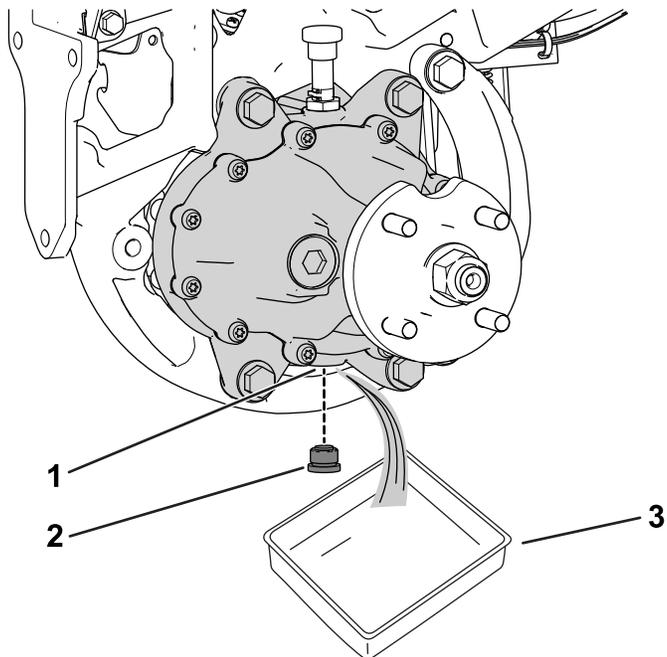

图 49
3. 在车轮马达总成下面放置一个放油盘 图 49。
4. 从排油口取下排油塞 图 49。
6. 将排油塞装回排油口 图 49。